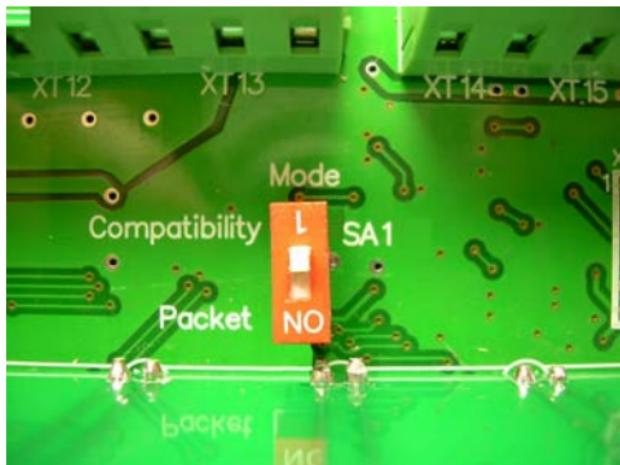

Рисунок 5.1 – Переключатель «Mode»
5.3 Для использования MP1 в качестве модуля, увеличивающего количество выходных устройств MBU8, необходимо установить переключатель «Mode» внутри корпуса на нижней плате в режим **«Compatibility»** (см. рисунок 5.1), а далее подключить его в соответствии с п.п. 4.4 – 4.5.